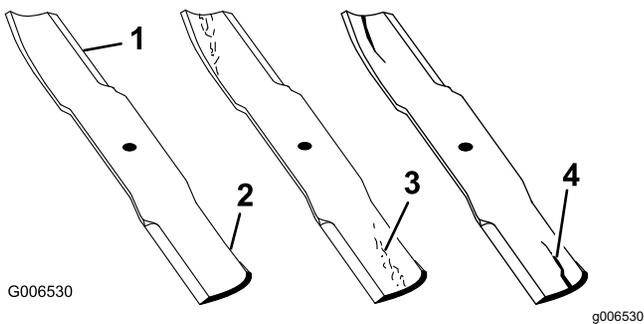

Рисунок 68
1. Осмотрите режущие кромки (Рисунок 68).
4. При обнаружении признаков повреждения, износа или образования зазора в этой области немедленно замените нож (Рисунок 68).